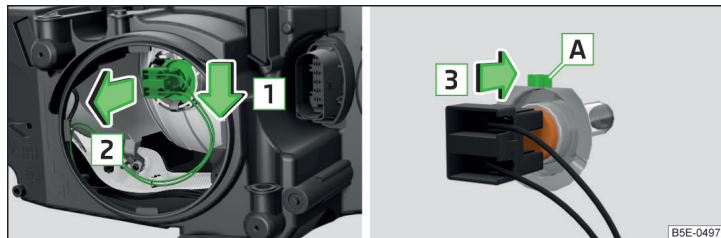

Fig. 220 Faros con luz halógena: bombilla de la luz de cruce
- » Liberar el conector con la bombilla en el sentido de la flecha **1** » fig. 220.
- » Coloque una nueva bombilla de la manera, que el talón de fijación **A** » fig. 220 de la bombilla encaje en el rebaje del reflector.